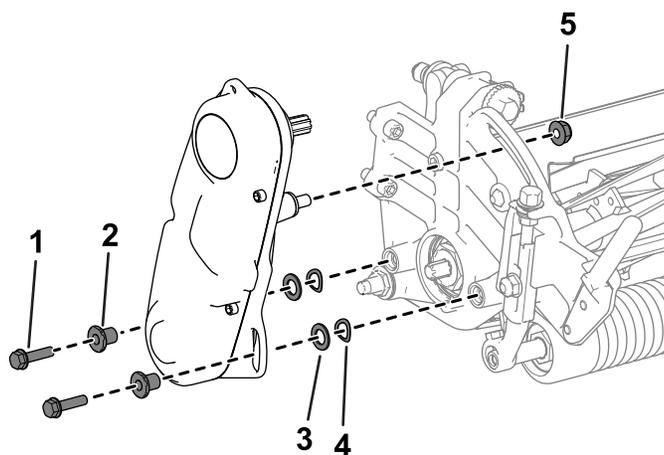

Figure 31
2. Retirez les fixations qui maintiennent le système d'entraînement du cylindre sur la plaque latérale (Figure 31).
- Déposez le système d'entraînement du cylindre, les rondelles plates, les rondelles élastiques et les entretoises de la plaque latérale (Figure 31).